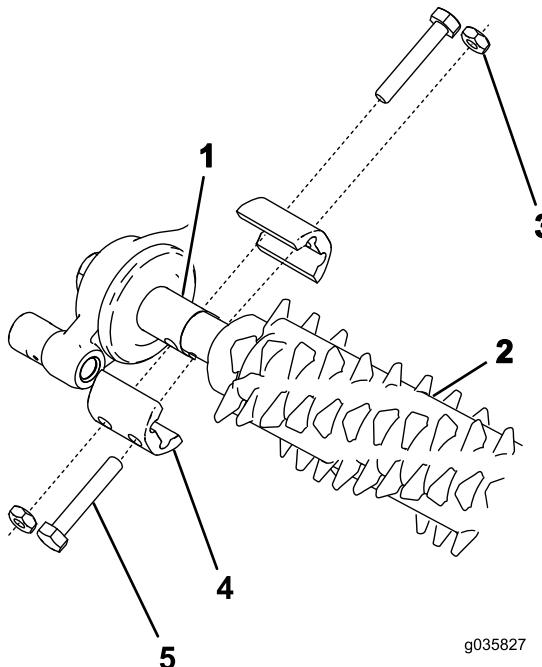

Bild 14
2. Flüchten Sie den Groomer mit den Antriebswellenstümpfen des Groomerantriebs und der Spannscheibe aus (Bild 14).
3. Befestigen Sie den Groomer mit vier Schrauben ($\frac{1}{4}$ " x $1\frac{1}{2}$ "), vier Klemmmuttern und vier Wellenklemmen an der Maschine, wie in Bild 14 abgebildet.